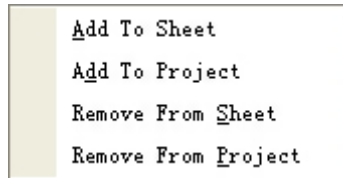

图 4.23 “Port Cross Reference”的子选单
(1) 打开设计项目“多通道电路.PRJPCB”，并打开有关原理图。
(2) 执行选单命令 Project\Compile PCB Project 多通道电路.PRJPCB。
(3) 选择选单命令 Report\Port Cross Reference,可以发现其下有 4 个子选单，如图 4.23 所示。